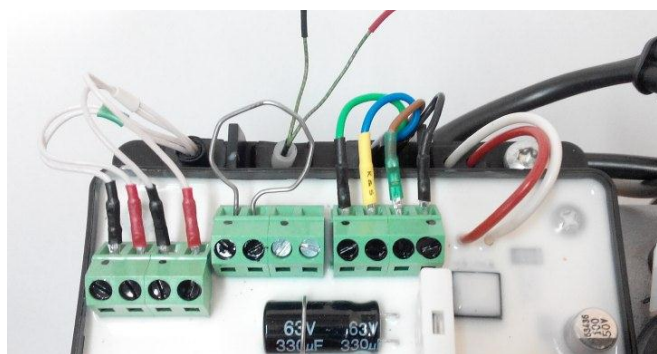

Рис. 6 – Перемычка
- 1) Извлекъ ИП из корпуса теплообменника (рис.6), подсоединить его контакты к мультиметру (к контактам измерения температуры) и нагреть, например, зажигалкой. Должен наблюдаться плавный рост температуры. Если температура изменяется скачками или её значение станет начальным, то ИП поврежден. При этом, после охлаждения обрыв может исчезнуть.
В случае не устранения неисправности ИП проверьте полярность его подключения (провод с черной меткой соединен с контактом разъема БУ, помеченным черной точкой, рис. 6а). Возможно, была допущена ошибка при установке меток на проводах ИП. Для проверки правильности установки метки на проводе проверьте контакты магнитом. Контакт провода с черной меткой должен магнититься.
Рис. 6а – Подключение ИП к БУ